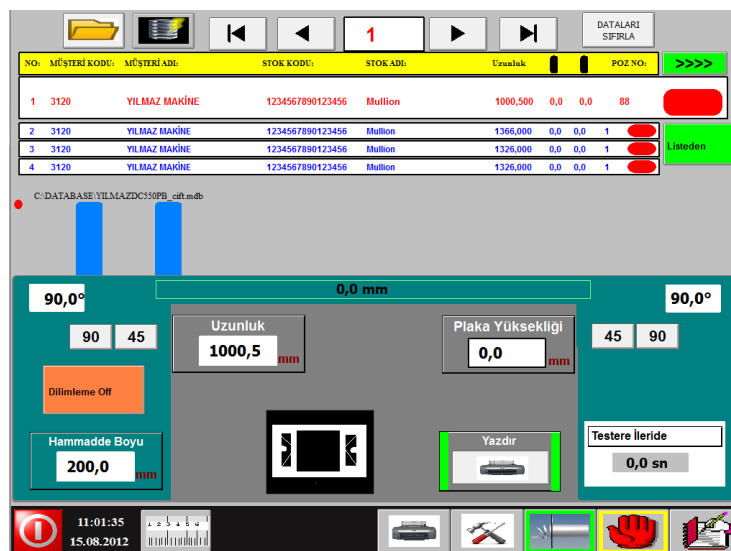

РИСУНОК 29
7.9.3.1 Экран, который вы видите на рисунке, экран нарезки. (РИСУНОК 29) Бутоны указанные на экране, одинаковые по использованию с кнопками, которые имеются на экране нормального режима нарезки.